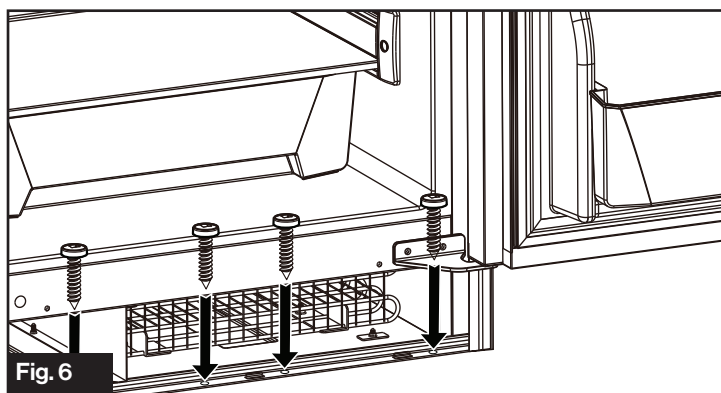
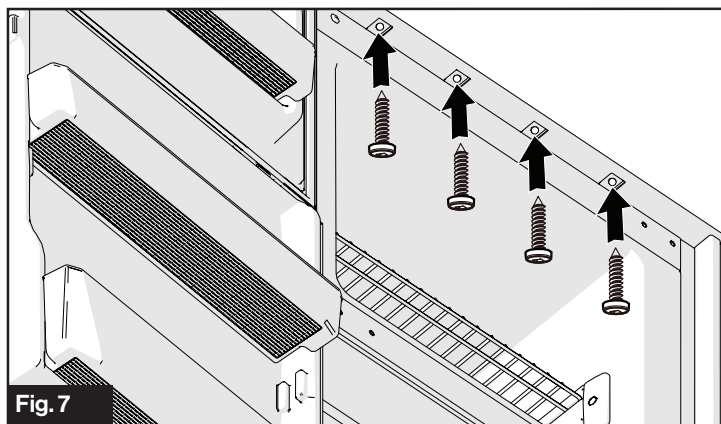

Fig. 6
Fig. 7
4. Fije el refrigerador con tornillos dentro del recinto tanto en su cara superior como inferior. (Fig. 6 y Fig. 7)